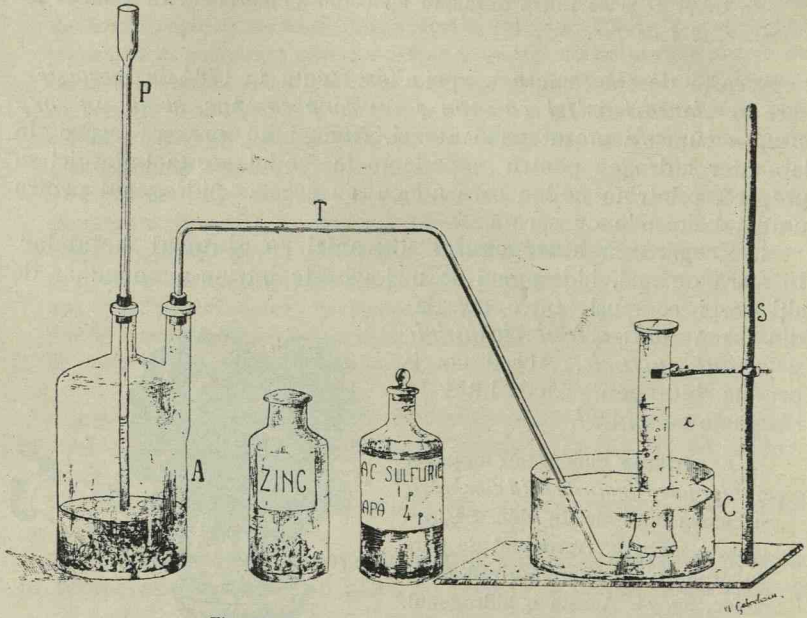

Fig. 25. Aparat pentru prepararea hidrogenului.
**Aparatul de hidrogen.** Aparatul în care preparăm hidrogenul e cel arătat în fig. 25. El e făcut dintr'o sticlă groasă *A* cu două gâturi. Gâtul dela mijloc este astupat cu un dop de plută sau de cauciuc, care închide bine. Prin acest dop pătrunde o pâlnie de
În loc de eprubete ne servim mai mult de cilindre de sticlă, mai mari sau mai mici, cu buzele șlefuite. În fig. 25 se arată culegerea hidrogenului într'un cilindru de acestea. Aceste cilindre se astupă cu un geam șlefuit pe una din fețe, ca să se lipească bine de buza cilindrului.